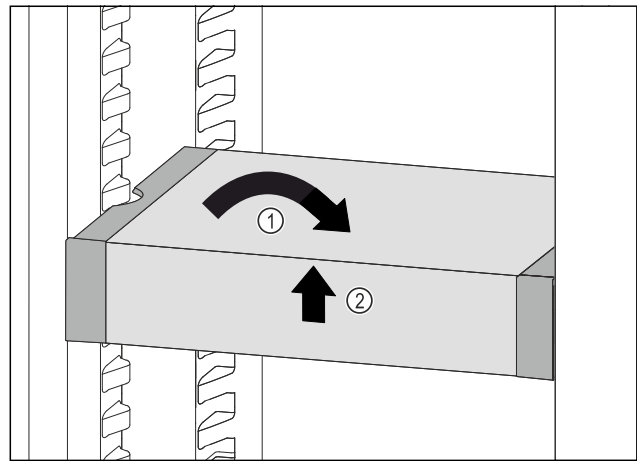

Fig. 115
- Remettre le VarioSafe droit. *Fig. 115 (1)*
- Soulever la partie avant du VarioSafe. *Fig. 115 (2)*